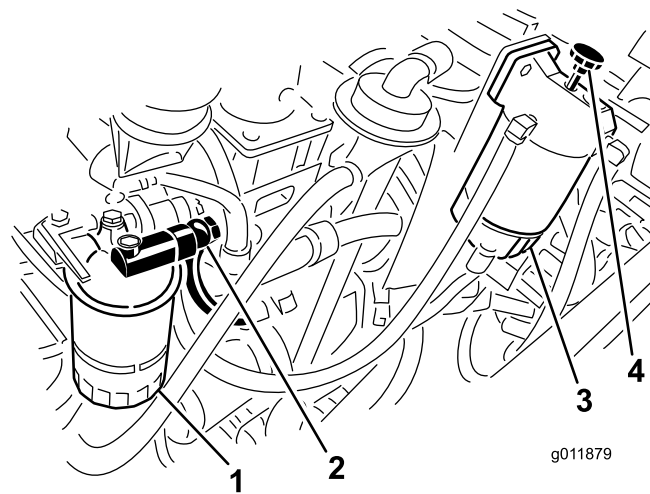

図 64
5. 燃料フィルタハウジングについているバンジョーフittingsをゆるめる 図 64。
6. 水セパレータのプライミングポンプを操作して、バンジョーフittingsから空気の混じらない燃料がでてくるまで燃料をくみ上げる 図 64。